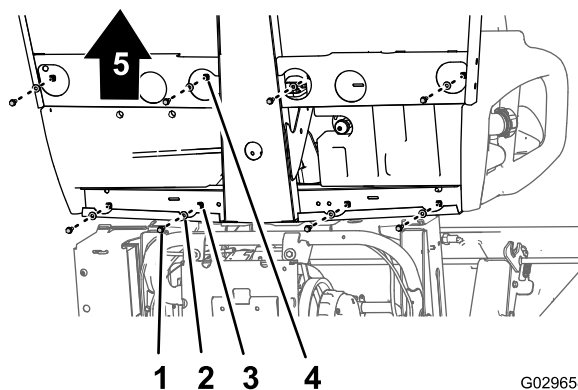

Рисунок 47
1. В нижней части автомобиля удалите 8 болтов с фланцевыми головками и 8 шайб, которые крепят основание сиденья к панели пола и заднему швеллеру кабины (Рисунок 47).
2. Осторожно поднимите сиденья, основание сиденья и тросы стояночного тормоза с автомобиля (Рисунок 47).
1. Поднимите сиденья и основание сиденья для установки на автомобиль и совместите тормозные тросы с ходовой частью (Рисунок 47 и Рисунок 48).
2. Совместите отверстия в основании сиденья с отверстиями в панели пола и заднем швеллере кабины (Рисунок 47 и Рисунок 48).